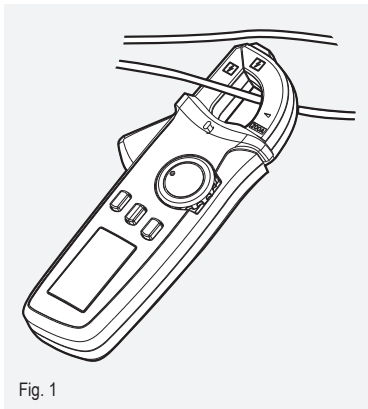

Fig. 1
- Pour activer cette fonction, appuyez sur **MAX/MIN** (3). Pour désactiver cette fonction, faites un appui d'env. 2 secondes sur **MAX/MIN**. Les témoins de contrôle s'éteignent.
- Appuyez sur **REL** (6) pour activer cette fonction. L'écran indique < **REL** >. Pour désactiver cette fonction, appuyez de nouveau sur **REL**. Le voyant < **REL** > s'éteint. Une fois la fonction désactivée, la valeur de référence est réinitialisée.
- Ne mettez jamais la pince sur plus d'un conducteur à la fois (fig. 1). Si vous essayez de la mettre sur plusieurs conducteurs, toute mesure sera impossible.
2. Ouvrez la pince (1) à l'aide du bouton d'ouverture (8), appliquez-la sur le conducteur sur lequel vous souhaitez effectuer la mesure, puis refermez-la lentement et complètement sur le conducteur.